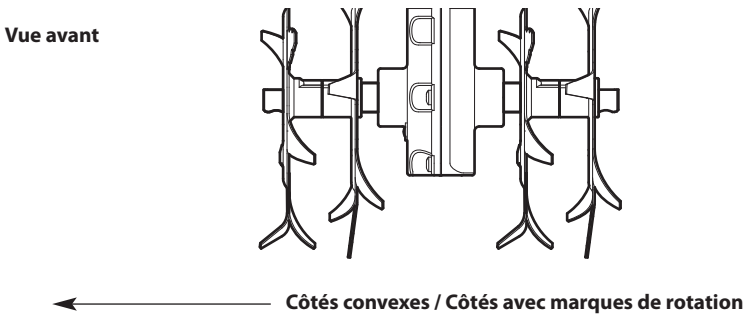

Fig. 11
- **Type de dents A :** Assurez-vous que le côté convexe de chaque dent est orienté comme illustré (Fig. 11).
- **Type de dents B :** Assurez-vous que les côtés avec des marques de rotation sont orientés comme indiqué (Fig. 11).